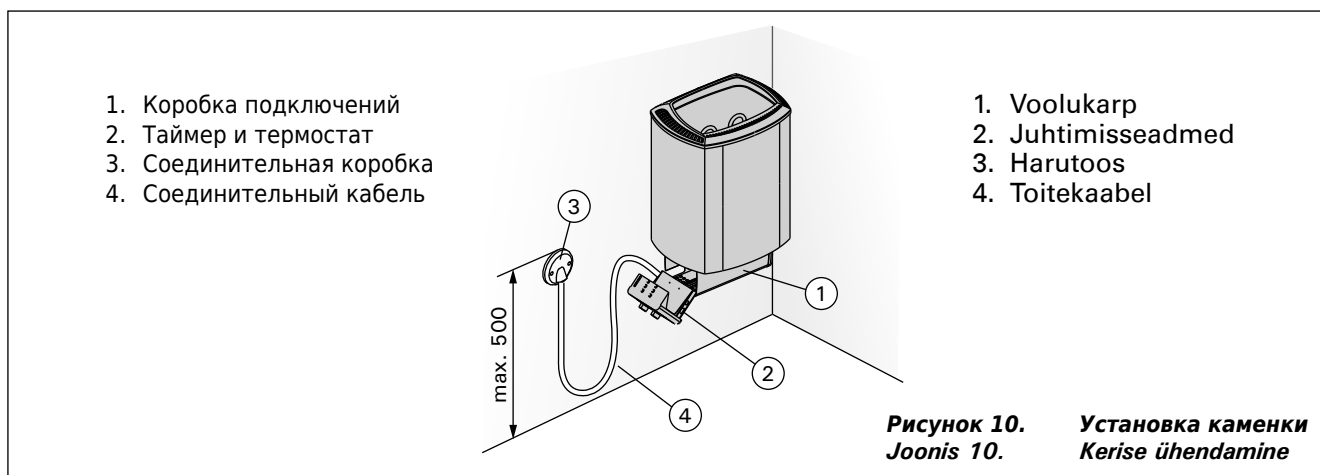

Рисунок 10. Установка каменки
- Каменка гибким проводом подсоединяется к соединительной коробке (рис. 10: А) на стене сауны. Соединительная коробка должна быть брызгозащищенной и находиться на расстоянии не выше 500 мм от пола.
- В качестве кабеля (рис. 10: В) следует использовать резиновый кабель типа H07RN-F или подобный. **ВНИМАНИЕ! Использование кабеля с ПВХ-изоляцией запрещено вследствие его разрушения под воздействием тепла.**